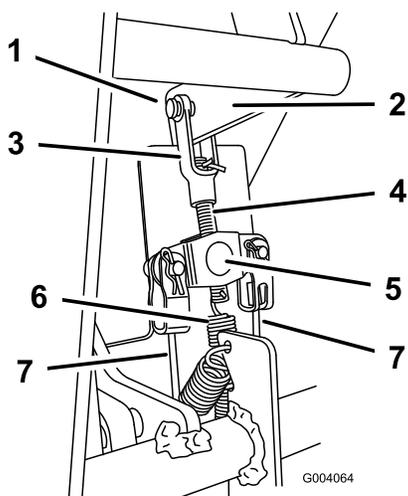

Figura 45
2. Controllate i cavi del freno nell'equilibratore dei freni (posto sotto il cruscotto) e stabilite all'incirca quanto l'equilibratore si deve spostare verso l'alto lungo il tirante del freno affinché i cavi non risultino allentati (Figura 45).
3. Rimuovete la chiavetta e i perni a testa piatta che assicurano la forcella del tirante del freno (Figura 45).
4. Scollegate la molla dall'estremità del tirante del freno (Figura 45).
6. Fate passare il tirante all'interno o all'esterno dell'equilibratore, a seconda di come risulta opportuno per far sì che i cavi non siano allentati (Figura 45). Non tendete troppo i cavi.
7. Installate la molla nel foro del tirante del freno (Figura 45).
8. Collegate la forcella del tirante del freno alla leva del freno per mezzo della chiavetta e dei perni rimossi in precedenza (Figura 45).